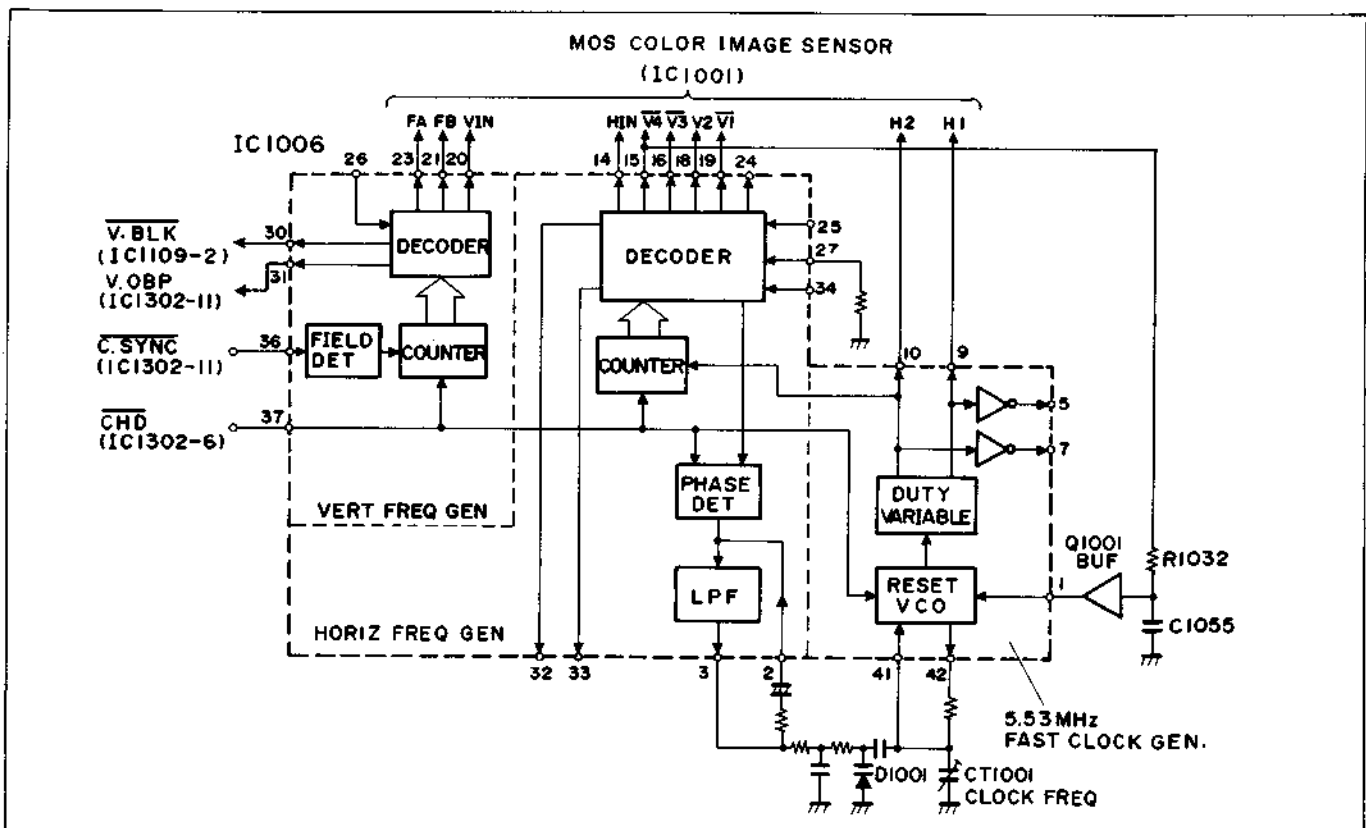

Abb. 2-5 MOS-Fabbildsensor-Treiberkreis-Impulsgenerator
1.3 MOS-Farbbildsensor-Treiberimpuls- generator (Abb. 2.5 bis 2.7)